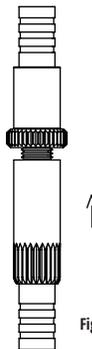

Figura 15
2. Aproxime lentamente o regulador inferior (10) em direção à porca (8) (Figura 15) e acione a alavanca da trava;